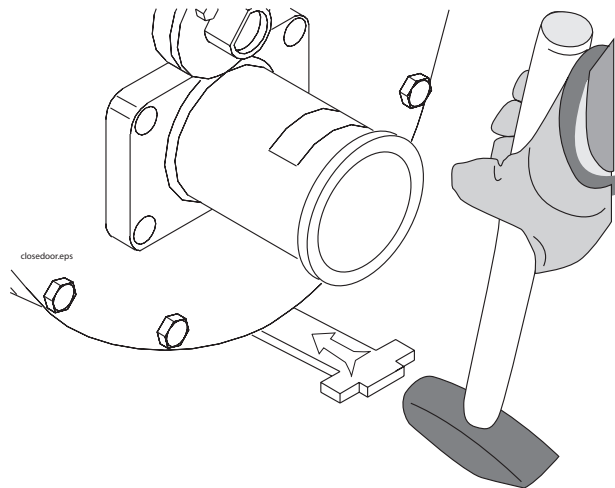

Figura 45
- Asegúrese de que la puerta de limpieza esté bien cerrada y bloqueada golpeando suavemente con su martillo en el extremo de la manija con forma de "T" (Figura 45).